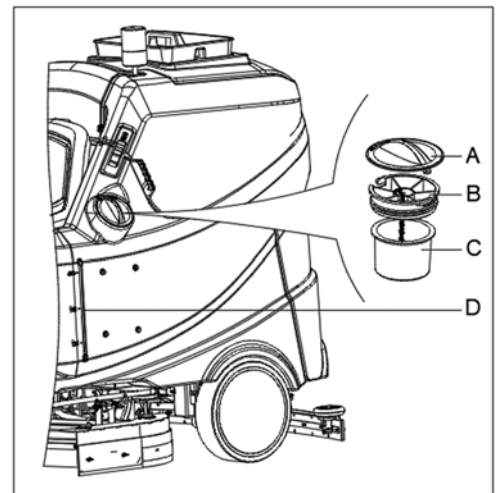

Figura 11
1. Abra la tapa de entrada del agua (A, figura 11).